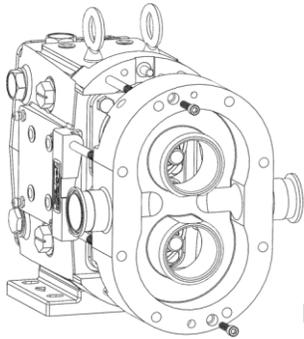

Figura 26: Remover cuerpo de la bomba
4) Retire los dos pernos de sujeción del cuerpo con el destornillador adecuado. Extraiga el cuerpo de la bomba deslizándolo a lo largo de los pernos (Figura 26). Si el cuerpo está atascado, use un mazo suave para golpear el cuerpo. Inspeccione el cuerpo en busca de desgaste excesivo, límpielo y continúe con el mantenimiento del sello. Es importante volver a montar el cuerpo de la bomba en la caja de engranajes original por que los ejes se calzan para ese cuerpo en particular